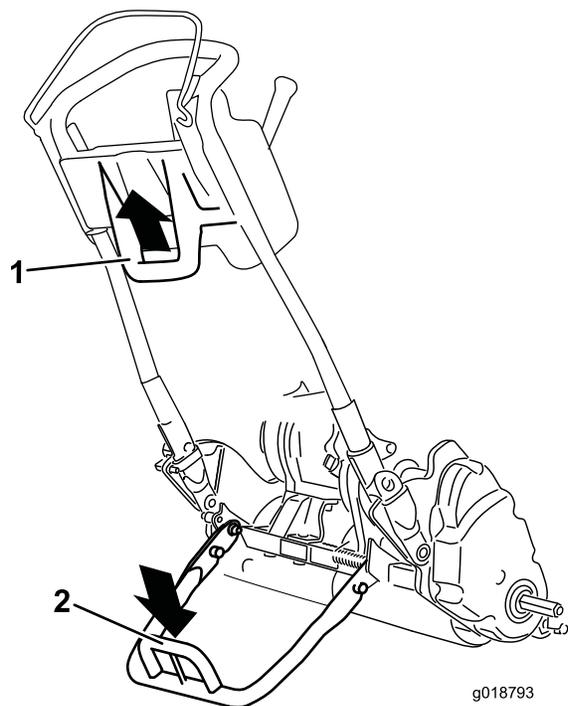

図 22
- 移動走行タイヤの着脱のためにキックスタンドを操作するには、スタンドを床面まで下げ、ループを足で踏みつけた状態のまま、機体下部についているハンドルを持ってマシンを後方に引いてください 図 22。